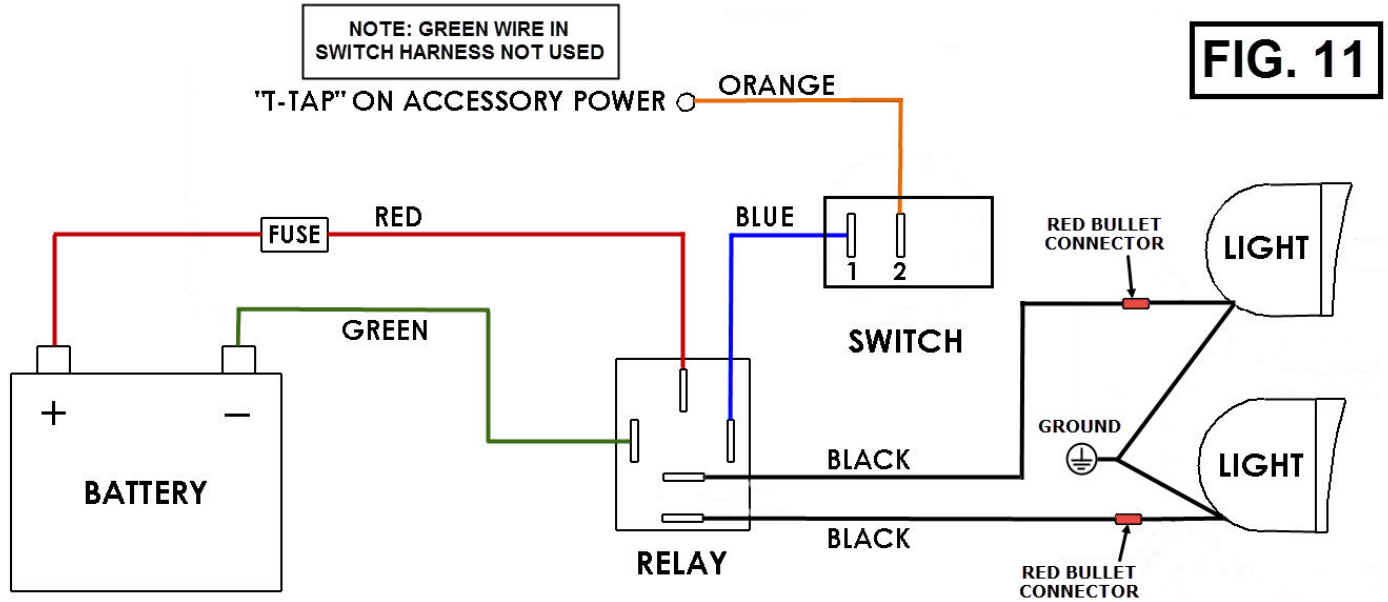

FIG. 11
28. TAKE THE TWO LONG BLACK WIRES FROM THE HARNESS AND CONNECT THE BULLET CONNECTORS TO EACH LIGHT. SEE FIG. 11.
30. CONNECT THE BLUE WIRE FROM THE NEW SWITCH TO THE TERMINAL ON THE RELAY SHOWN IN FIG. 11.
32. ROUTE THE HARNESS WITH THE RED AND GREEN WIRES TO THE BIKES BATTERY. THE END WITH THE RING TERMINAL GOES TO THE BATTERY. DO NOT CONNECT TO BATTERY YET. CONNECT THE OTHER END TO THE RELAY AS SHOWN IN FIG.11.